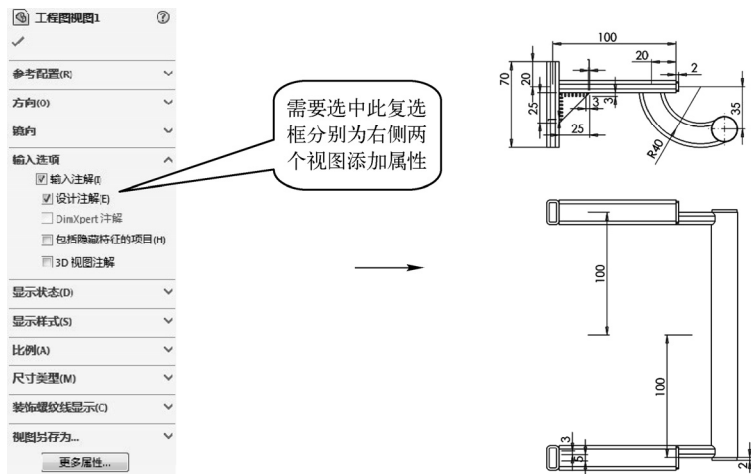

图 9-48 输入注解操作
STEP 7 分别选中前视图和上视投影视图，并为其插入“设计注解”，如图 9-48 所示（需要注意的是，在前视图中需要删除部分重复的注解）。